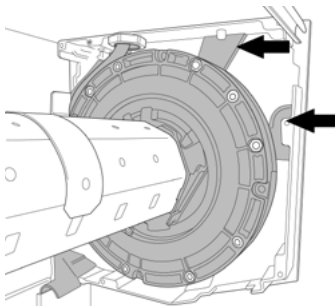
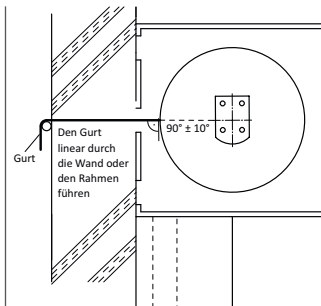

Bild 3
Bild 4
- 1) MAN Rescue mit spezifischen Formstücken (s. Bild 3, Pfeile) in den Kopf des Vorbaukastens einpassen. Gurtführung durch den Rahmen bzw. Mauerwerk immer linear und im rechten Winkel zum Gurtauslass aus dem MAN Rescue positionieren (s. Bild 4).